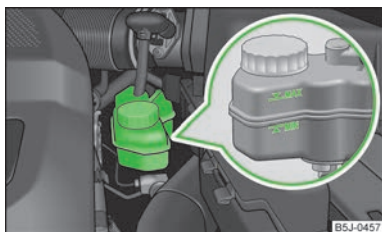

Fig. 121
- Comprobar el nivel de líquido de frenos en el depósito » fig. 121. El nivel debe encontrarse entre las marcas "MIN" y "MAX".